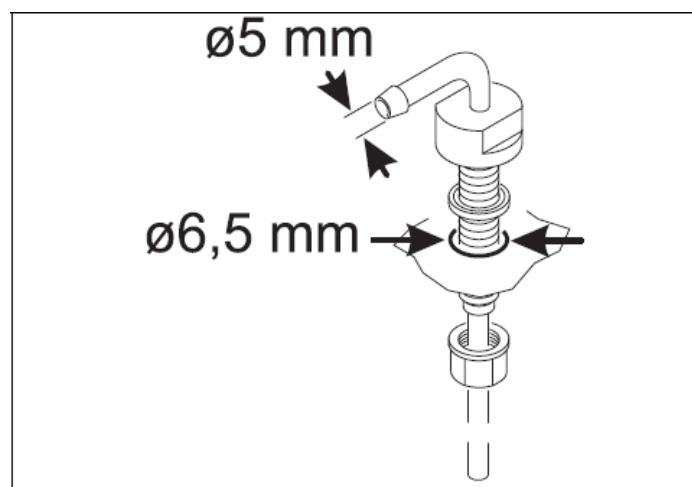

Abbildung 8
- 6.3.15 Anschluss des Kraftstoffkreislaufs bei Vorhandensein eines Rückschlagventils im Kraftstofftank oder bei einem Kraftstoffkreislauf mit einer einzigen Kraftstoffzufuhr: An der Tankhalterung ist ein Kraftstofftankanschluss mit einem 90°-Auslass anzubringen (Abbildung 8).